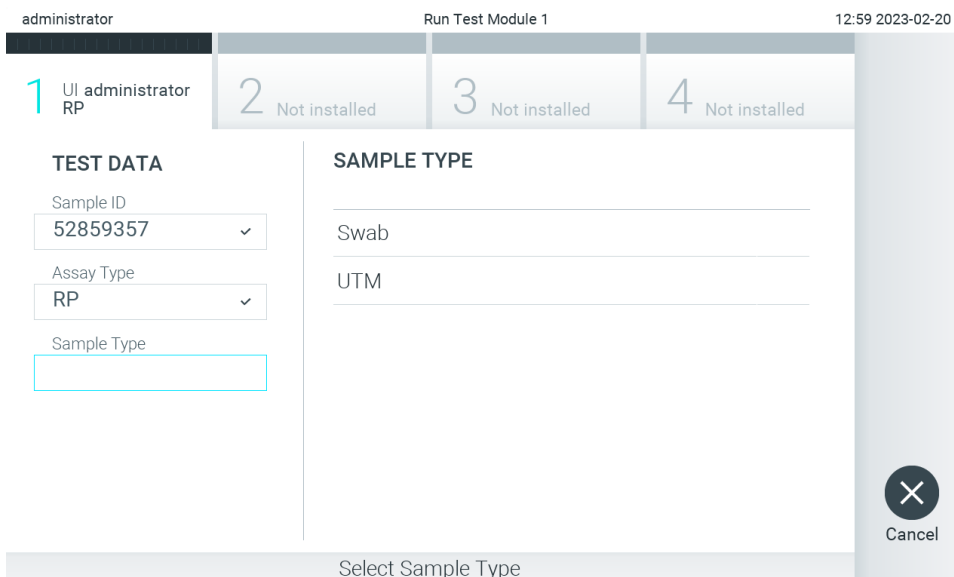

Abbildung 25. Auswählen des Probenotyps.
4. Wählen Sie gegebenenfalls den entsprechenden Probenotyp aus der Liste aus (Abbildung 25).